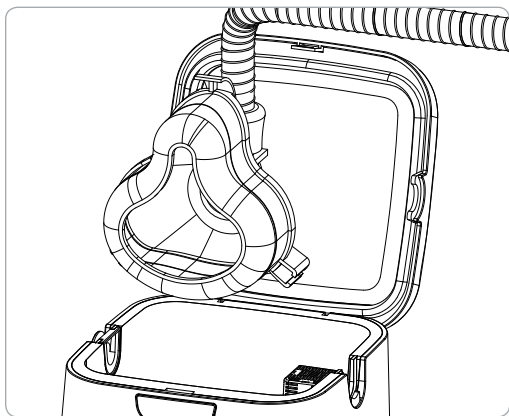

Figure 7.
4. Legen Sie die Maske so in die Desinfektionskammer, dass der angeschlossene PAP-Schlauch in der offenen Schlauchanschlusstecker, also gegenüber dem abnehmbaren Schlauchanschlusstecker, liegt (Abbildung 7).